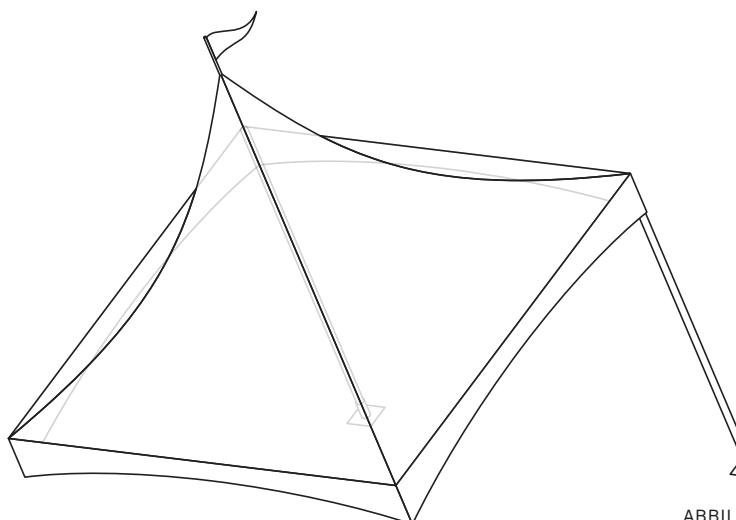
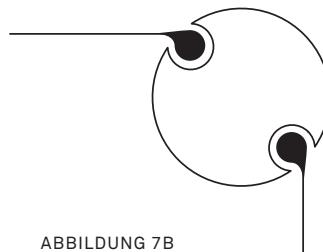

ABBILDUNG 7A
ABBILDUNG 7B
- Platzieren Sie zwei Pfähle an einer Seite unter dem Rahmen, sodass der Dachrahmen schräg liegt (siehe Abbildung 7a). Achten Sie darauf, dass die Verbreiterung des Kederschlitzes in den vertikalen Pfählen oben liegt und dass die Kederschlitzte in einem Winkel von 45° zu den Ecken des Zelts angebracht werden (Abbildung 7b).